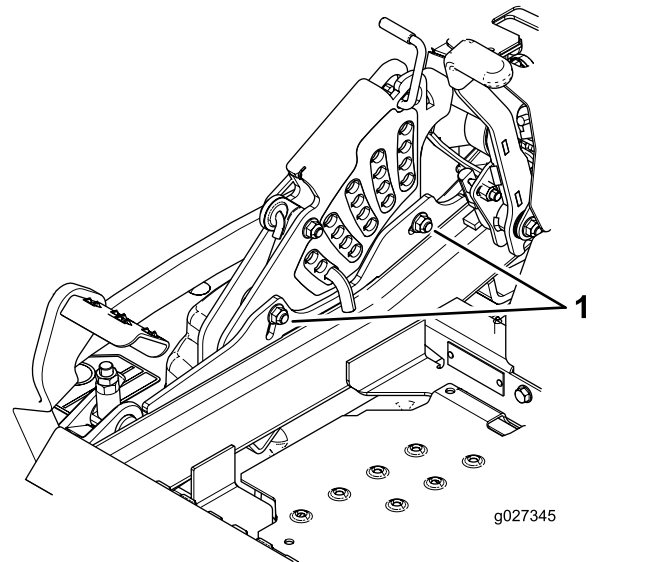

Figura 97
10. Para ajustar el sistema de ajuste de un solo punto, afloje los 2 pernos situados cerca del borde inferior de la pletina de altura de corte (Figura 97).
12. Apriete los 2 pernos en el borde inferior de la pletina de altura de corte (Figura 97).